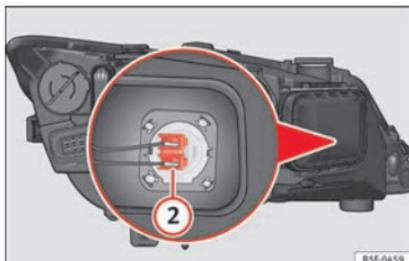

Fig. 108 Ampoule des feux de route.
- Appuyez sur le connecteur » fig. 108 (2) vers la gauche ou la droite et tirez.